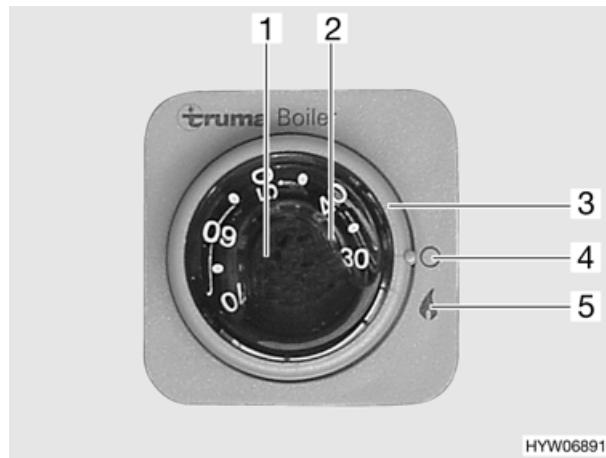

Bild 83 Bedienschalter für Truma Boiler (Moving)
- Boiler am Drehschalter (Bild 83,3) durch Drehen auf "↑" (Bild 83,5) einschalten. Die grüne Kontroll-Leuchte "Betrieb" beleuchtet den Drehknopf (Bild 83,1). Die rote Kontroll-Leuchte (Bild 83,2) leuchtet auf, wenn eine Störung vorliegt (siehe Kapitel 14).
- Gewünschte Wassertemperatur am Drehknopf (Bild 83,1) einstellen.
- Drehschalter (Bild 83,3) auf "O" (Bild 83,4) drehen.
Die rote Kontroll-Leuchte (Bild 83,2) leuchtet auf, wenn eine Störung vorliegt (siehe Kapitel 14).
- Boiler ausschalten. Drehknopf (Bild 83,1) auf Linksanschlag stellen.